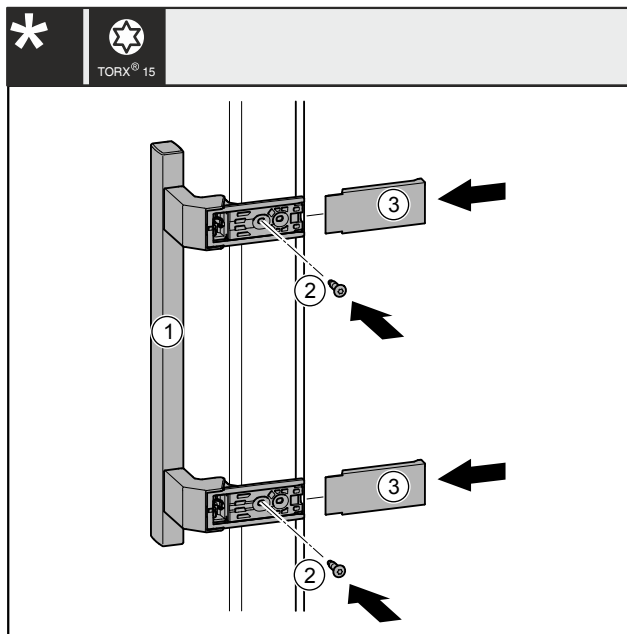

Fig. 41
- ▶ Coloque el tirador Fig. 41 (1) en el lado opuesto.
- ▶ Apriete los tornillos Fig. 41 (2) con el destornillador.
- ▶ Coloque las cubiertas Fig. 41 (3) lateralmente y empújelas de modo que encajen.